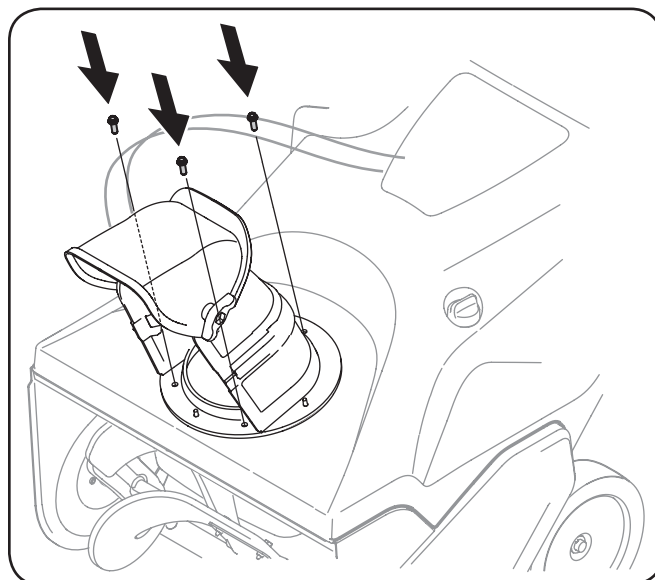

Figure 3-6
3. Alignez les trous de la goulotte inférieure sur les trous de la base de la goulotte et fixez la goulotte inférieure avec les boulons hexagonaux enlevés à l'étape précédente. Voir Figure 3-6.